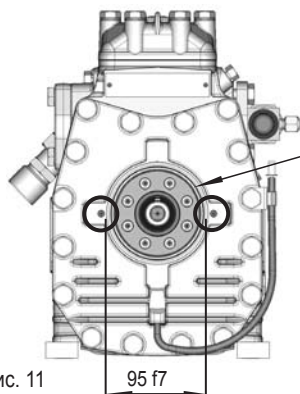

Рис. 11
- Передний фланец крепления подшипника располагает калибровой посадкой $\varnothing 95 \text{ f7}$ для восприятия магнитного поля электромагнитной муфты (см. рис. 11).